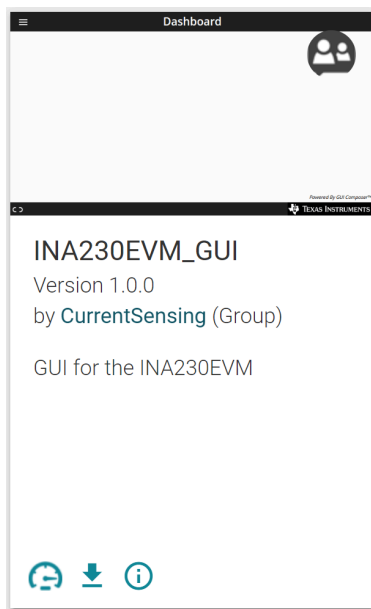

图 3-2. GUI Composer 应用程序
3. 打开 *GUI Composer* 应用程序, 以从网络浏览器启动 GUI (请参阅图 3-2) 。
4. （可选）要下载 GUI 以供离线使用，请点击 GUI Composer 应用程序中的  图标，然后按照提示操作（请参阅图 3-2）。